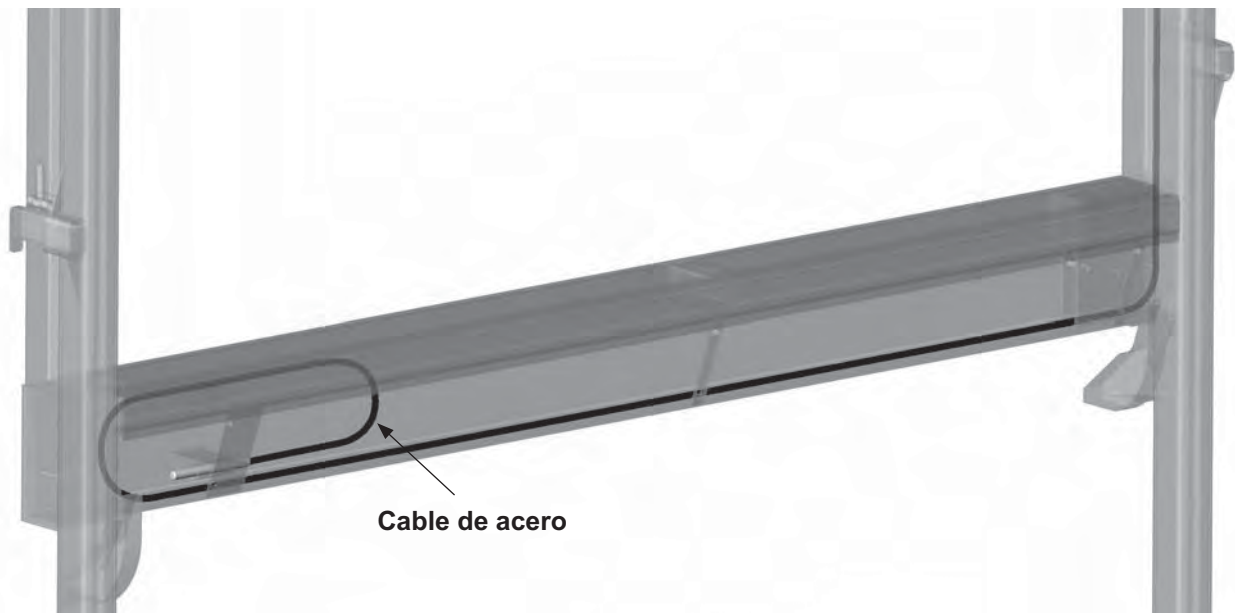

FIG. 24-2
5. Para la instalación del cable más largo en la columna del lado derecho, utilice el mismo procedimiento que se utilizó en la columna del lado izquierdo. Jale aproximadamente 11 a 12 pies [3.5 m] de cable hacia dentro del marco principal. Consulte la FIG. 24-2.